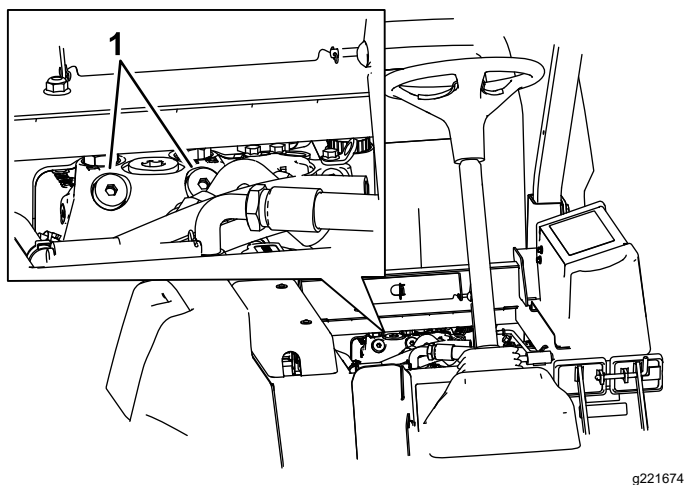

Figure 40
1. Soulevez le siège et localisez les vannes de dérivation qui sont situées sous l'avant du réservoir de carburant (Figure 40).